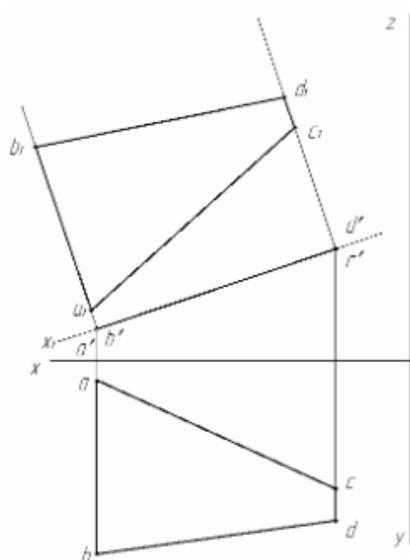

Рисунок 26 – Пример выполнения задания 2
2. Построить комплексный чертёж плоской фигуры на горизонтальной и фронтальной плоскости проекций (пример решения задачи см. рис. 26);